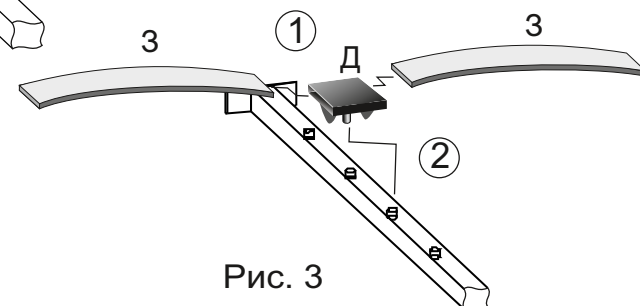

Рис. 3
4. Вставьте свободные концы в средний (двухсторонний) латодержатель, затем надавливанием или ударом молотка защелкните латодержатель в соответствующее отверстие на среднем ребре жесткости (Рис. 3)